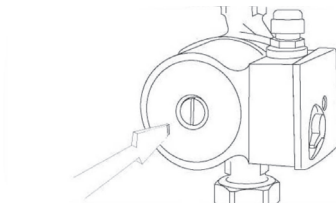

Рис.2
- для удаления воздуха из насоса ослабьте выпускной винт (рис. 2);
При правильном монтаже насос не требует обслуживания во время эксплуатации. При длительном перерыве в работе насоса перед очередным запуском необходимо убедиться, что не произошло блокирование вала отложениями извести или другими механическими примесями. При продолжительном простое периодически проворачивайте вал, во избежание его блокировки (отвинтите контрольный винт (рис. 2), с помощью плоской отвертки проверните вал мотора, затем завинтите контрольный винт.
**ВНИМАНИЕ!** При необходимости вывинчивания контрольного винта (рис. 2) нужно перед этой операцией удостовериться, что выходящая в результате жидкость не нанесет вреда людям или не станет причиной повреждения компонентов насоса.
- выкрутить выпускной винт (рис. 2);